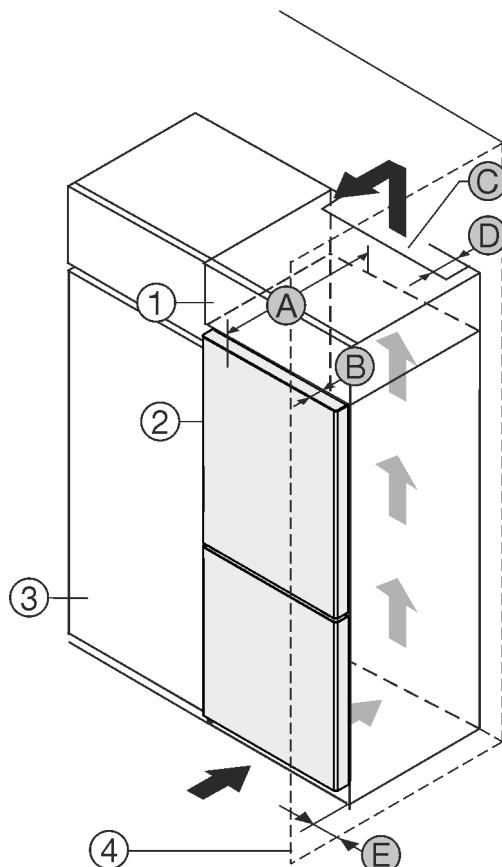

Fig. 1
- Ви можете встановити пристрій безпосередньо поряд із кухонною шафою Fig. 1 (3). Зі зворотного боку шафи для встановлення на пристрій слід передбачити вентиляційну шафу завглишки Fig. 1 (D) на всю ширину цієї шафи. Слід дотримуватись вентиляційного отвору Fig. 1 (C) в стелі приміщення.
Якщо пристрій із шарнірами встановлюється поряд зі стіною Fig. 1 (4), відстань між пристроєм і стіною повинна бути не менше 13 мм .
Якщо пристрій із шарнірами встановлюється поряд зі стіною Fig. 1 (4), відстань між пристроєм і стіною повинна бути не менше 20 мм .
Щоб мати можливість повністю відкривати дверцята, потрібно, щоб пристрій виступав на відстань глибини дверцят Fig. 1 (B) відносно передньої панелі кухонної шафи. Залежно від глибини кухонних шаф Fig. 1 (3) та використання пристінних розпірок пристрій може ще більше виступати вперед.